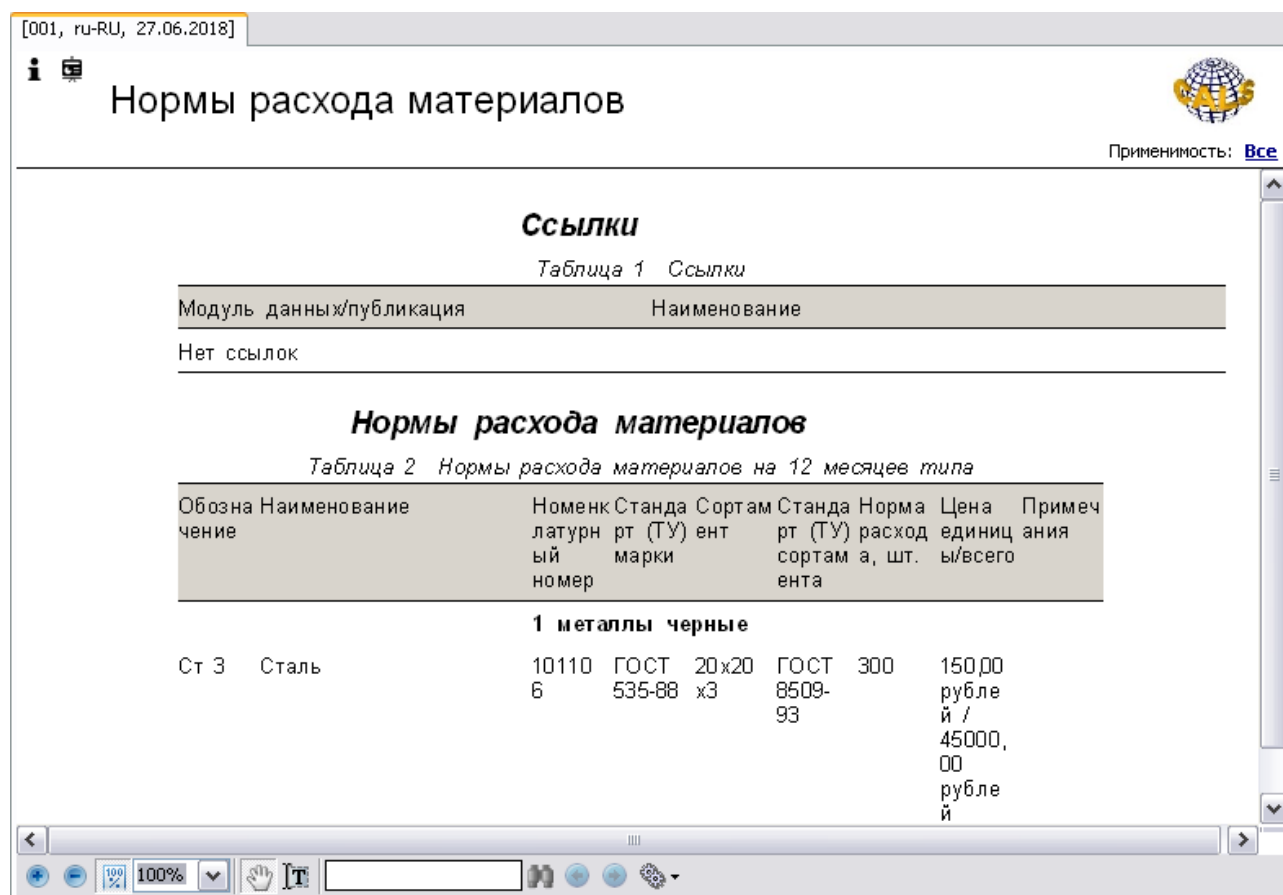

Рис. 161
2. На вкладке **Структура** выберите МД типа «Нормы расхода материалов». В окне просмотра появится содержимое МД (Рис. 161).